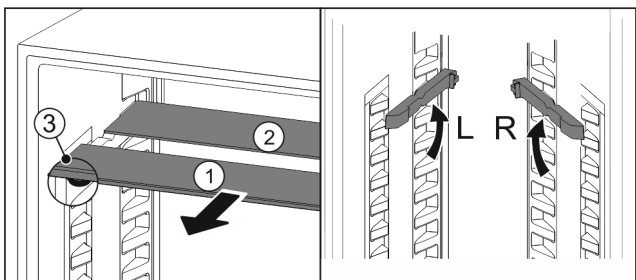

Fig. 87
- ▶ Wyciągnąć Fig. 87 (1) pojedynczo półki szklane do przodu.
- ▷ Płyta szklana Fig. 87 (1) z listwą ozdobną znajduje się z przodu.
- ▷ Stopery Fig. 87 (3) wskazują w dół. Urządzenia z komorą zamrażalnika\*